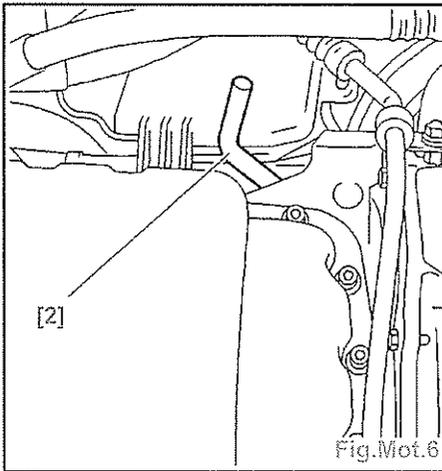

Fig.Mot.6
- les 4 vis (12),
- la poulie (13),
- les vis (11) et (14),
- le carter inférieur de distribution (10).
- Mettre en place la pige [2] (par le dessous du véhicule) (Fig.Mot.6).